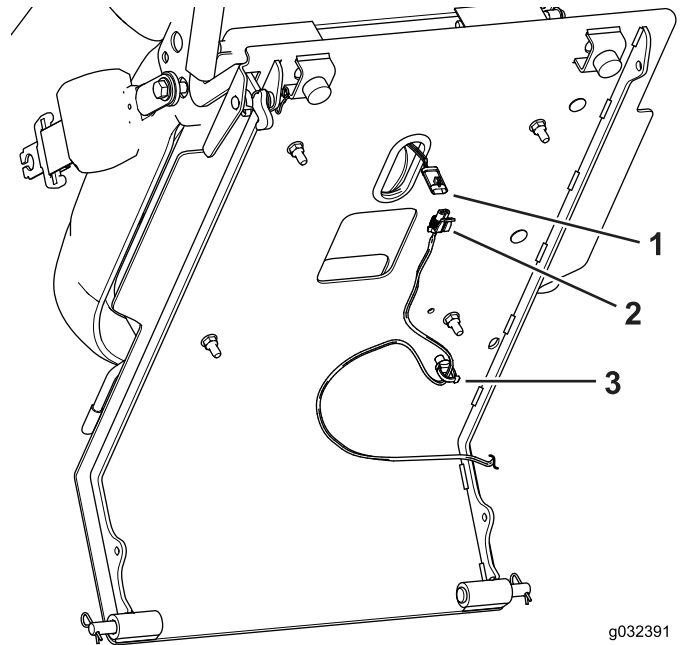

Bild 2
2. Schließen Sie den Sitzschalter an der Unterseite der Sitzplatte vom Kabelbaum ab (Bild 2).
3. Nehmen Sie den Kabelclip von der Unterseite der Sitzplatte ab (Bild 2).